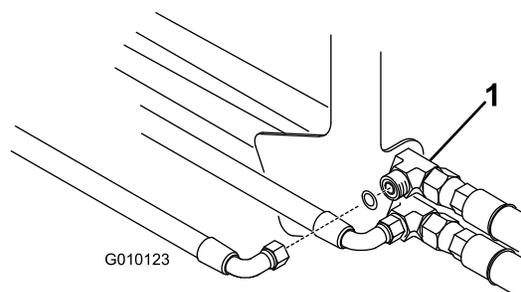

**Рисунок 6**
- Отсоедините нижний шланг гидростата от гидростата (Рисунок 6) и от верхнего тройника с перемычкой передних гидромотор-колес (Рисунок 7).